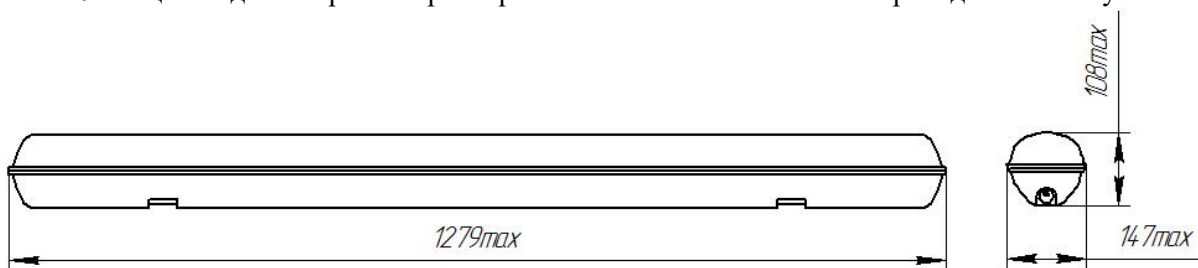

Рис.1
1.4.1 Светильник состоит (см. Рис.1) из корпуса, изготовленного из поликарбоната, который является несущим элементом светильника, защитного стекла, светодиодных полупроводниковых модулей, источника питания, блока аварийного питания, аккумуляторной батареи и контактного устройства.